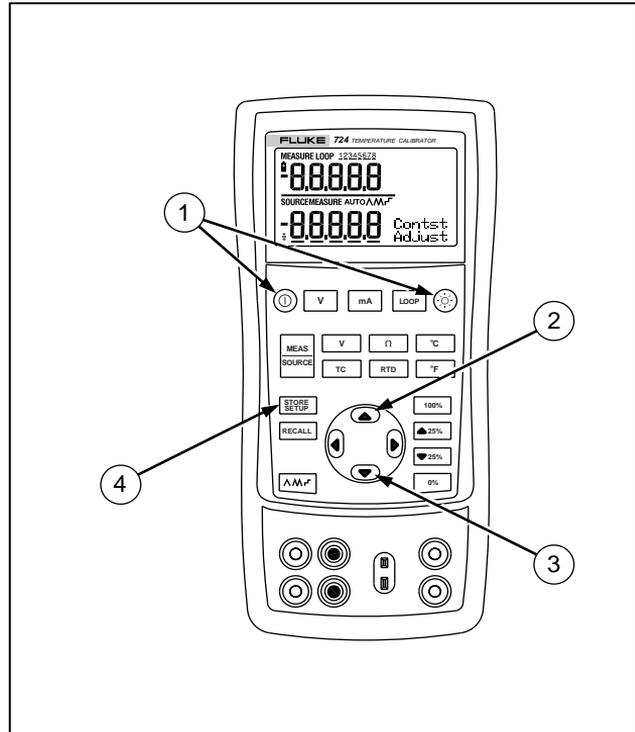

Figure 6. Kontrasteinstellung
1. und  drücken, bis „Contrast Adjust“ angezeigt wird. Siehe Abbildung 6.